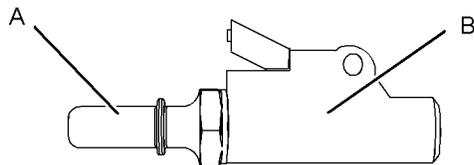

图 64
3. 拆下保护盖 (1)。压下阀 (2) 以便排出空气。Perkins 建议使用带有长度合适透明软管的轮胎充气机。请参考图 64。